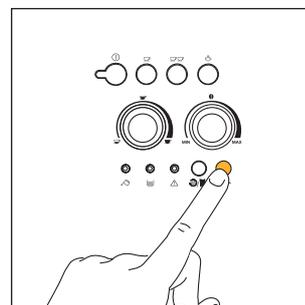

Fig. 18
1. Premere il tasto ☞ per selezionare la funzione caffè pre-macinato (fig. 18). La spia all'interno del tasto si accende per indicare che la funzione è stata selezionata ed è stato escluso il funzionamento del macinacaffè.